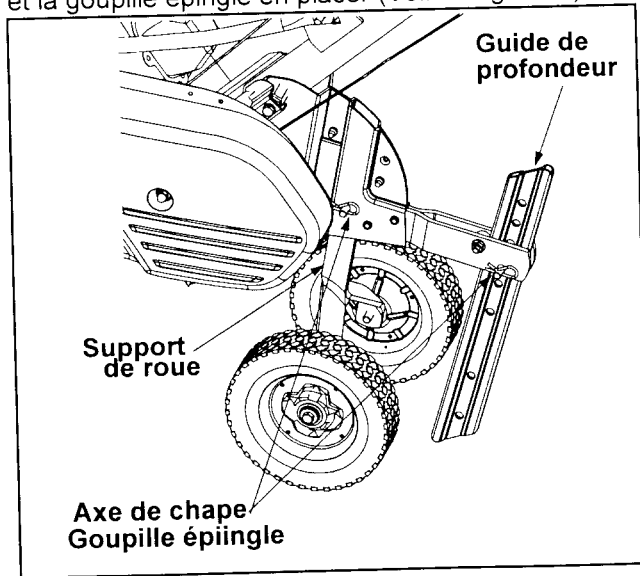

Figure 9
motoculteur s'abaisse, les roues doivent être relevées pour mettre la machine de niveau. Ceci est essentiel au bon fonctionnement du moteur. Pour effectuer ce réglage, enlevez l'axe de chape et la goupille épingle de la fourche des roues, relevez les roues à la hauteur voulue et remettez l'axe de chape et la goupille épingle en place. (Voir la Figure 9.)
2. **Réglage du guide de profondeur:** Il joue le rôle d'un frein et contrôle la profondeur et la vitesse de travail de la machine. Enlevez l'axe de chape et la goupille épingle pour relever ou abaisser le guide de profondeur. (Voir la Figure 9.)